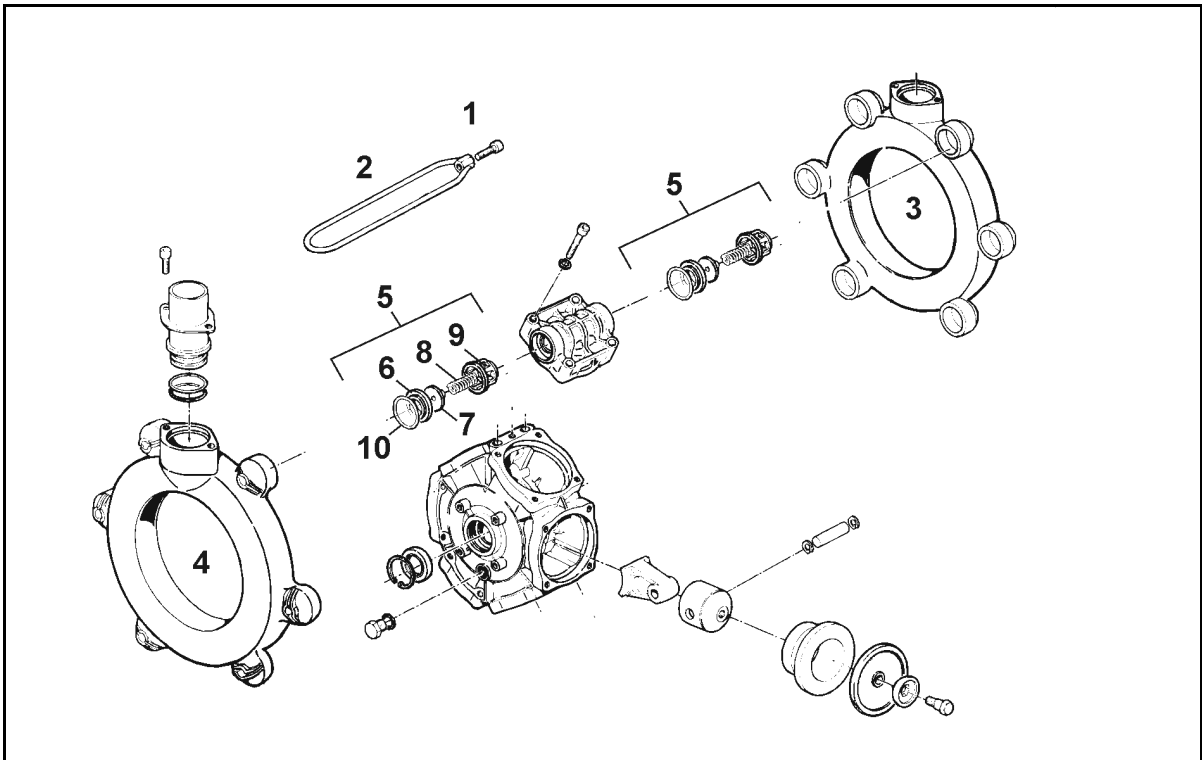

Fig. 160
- Achten Sie auf die jeweilige Einbaulage der saug- und druckseitigen Ventile, bevor Sie die Ventilgruppen (Fig. 160/5) herausnehmen.
- Achten Sie beim Zusammenbau darauf, dass die Ventilfehrung (Fig. 160/9) nicht beschädigt wird. Beschädigungen können zum Blockieren der Ventile führen.
- Die Schrauben (Fig. 160/1) unbedingt kreuzweise mit dem angegebenen Drehmoment anziehen. Unsachgemäßes Anziehen der Schrauben führt zu Verspannungen und somit zur Undichtigkeit.
2. Schrauben (Fig. 160/1) lösen und Spannbügel (Fig. 160/2) entfernen.
3. Saug- und Druckkanal (Fig. 160/3 und Fig. 160/4) abnehmen.
4. Ventilgruppen (Fig. 160/5) herausnehmen.
5. Überprüfen Sie Ventilsitz (Fig. 160/6), Ventil (Fig. 160/7), Ventilfehrung (Fig. 160/8) und Ventilfehrung (Fig. 160/9) auf Beschädigungen bzw. Abnutzung.
6. Den O-Ring (Fig. 160/10) entfernen.
8. Ventilgruppen (Fig. 160/5) nach Prüfung und Reinigung montieren.
9. Neue O-Ringe (Fig. 160/10) einsetzen.
10. Saug- (Fig. 160/3) und Druckkanal (Fig. 160/4) an das Pumpengehäuse anflanschen und Spannbügel (Fig. 160/2) montieren.
11. Ziehen Sie die Schrauben (Fig. 160/1) kreuzweise mit einem Drehmoment von **11 Nm** an.